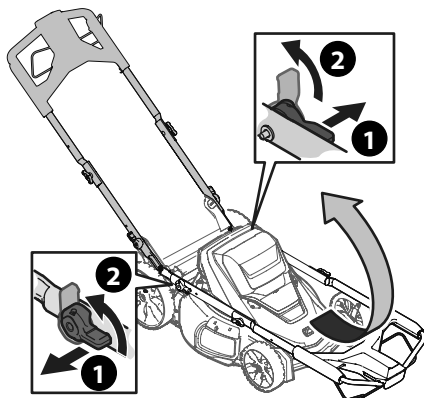

Figura 4
6. Gire las palancas de ajuste de la manija para liberar las chavetas de ajuste de la manija del soporte de la manija. Consulte el recuadro de la Figura 4.